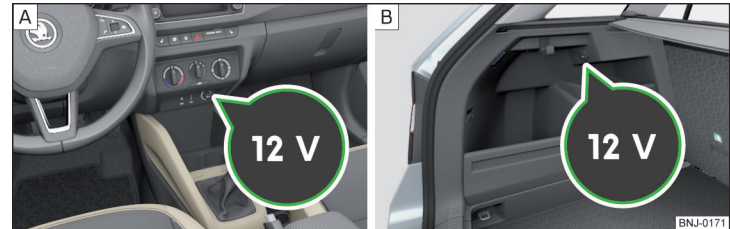

Abb. 95 Abdeckung der 12-Volt-Steckdose: im mittleren Teil der Schalttafel / im Gepäckraum
- Zum **Gebrauch** die Abdeckung der Steckdose abnehmen » Abb. 95 - **A** bzw. die Abdeckung der Steckdose öffnen » Abb. 95 - **B**.